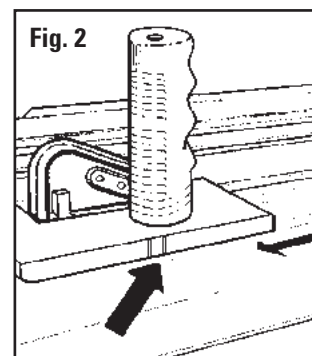

Fig. 2
4. En utilisant une tête de découpe à angle droit, alignez la ligne de séparation avec la ligne de la bordure supérieure et appuyez sur la poignée jusqu'à ce que la tête de découpe repose à plat sur le passe-partout et que les guides en nylon s'appuient sur le bord du rail de guidage. **Fig. 2**
4. Verwenden Sie den geraden Schneidekopf und richten Sie die obere Linie mit der oberen Randlinie aus und drücken Sie auf dem Griff nach unten, bis der Schneidekopf flach auf dem Passepartout aufliegt, so dass die Nylonführungen in die Führungsschiene eingehakt werden. **Abb. 2**
4. Utilizando el Cabezal de Corte recto, alinee la línea superior trazada con la línea superior de la franja y presione hacia abajo la manija hasta que el cabezal de corte se sienta completamente plano sobre la lámina perimétrica de modo que las Guías del Nylon se enganchen en el borde del carril guía. **Fig. 2**
4. Con l'ausilio della testa per tagli dritti, allineare il tratto di matita superiore con la linea del bordo superiore ed esercitare pressione sull'impugnatura finché la testa di taglio non poggia, piano, sul cartoncino di modo che le guide in nylon si aggancino alla rotaia di guida. **Fig. 2**